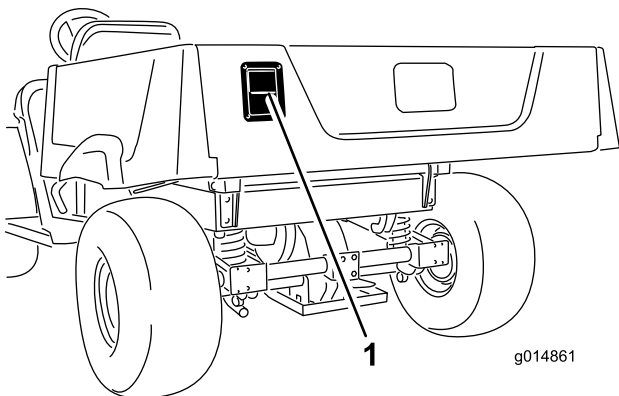

Figure 19
- Pour ouvrir le panneau arrière, tirez le verrou vers l'extérieur et vers le haut, puis abaissez lentement le panneau arrière (Figure 19).